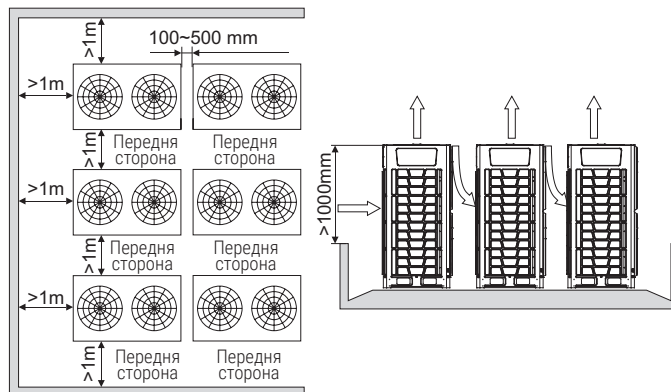

Рис. 3.14. Більше ніж два ряди
- Якщо зовнішні блоки вищі за навколишні бар'єри і будуть розташовані більш ніж у 2 ряди, див. рис. 3.14.